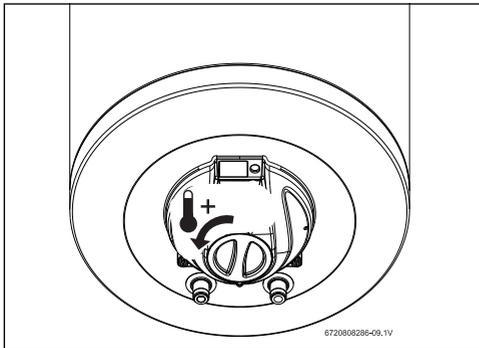

Fig. 9 Aumentar a temperatura
- ▶ Posicionar o termóstato na posição máxima de temperatura, rodar o seletor de temperatura para a esquerda até ao batente (→ Fig. 9).